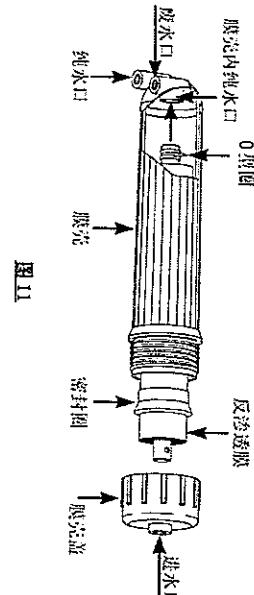

图11
- (1) 从包装袋中取出反渗透膜，打开主机上盖，取下膜壳处的进水管，用膜壳扳手将膜壳盖拧开；
- (2) 将两个O型圈一端朝里套入膜壳（见图11）并塞紧；
- (3) 将膜壳盖上，用膜壳扳手拧紧，并将进水管接回膜壳盖接头处，将膜壳放回原处并合上上盖。